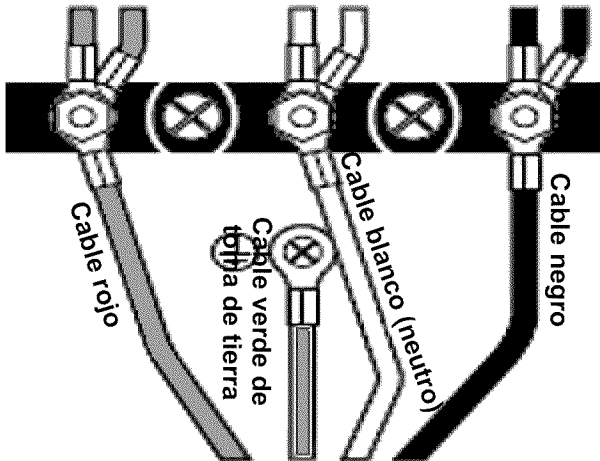

Figura 13: Conexión de cuatro cables
3. Fije el cable neutro de toma de tierra del circuito de alimentación al contacto central de la caja de conexiones con una tuerca (vea la *Figura 13*).